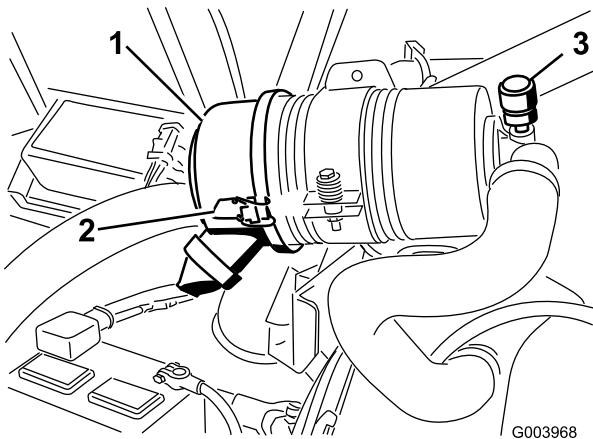

Figura 59
Effettuate la manutenzione del filtro dell'aria quando l'indicatore (Figura 59) lo richiede. Sostituendo il filtro dell'aria prima del necessario si aumenta il rischio che la morchia penetri nel motore quando si toglie il filtro.
- Rilasciate i fermi che fissano il coperchio del filtro dell'aria al relativo corpo (Figura 59).